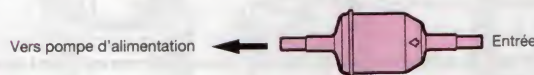
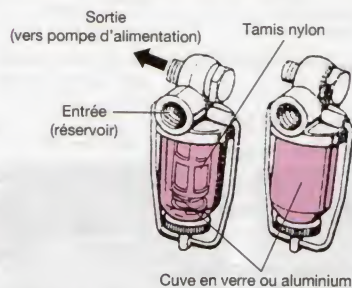

Figure 19.2. Préfiltre à gazole sur tuyauterie (Doc. Mann)
Figure 19.3. Préfiltre à adapter sur une pompe d'alimentation
Les préfiltres sont toujours placés en « aspiration » entre le *réservoir à combustible* et la *pompe d'alimentation* (fig. 19.3 à 19.4) ; leur rôle est d'arrêter les impuretés les plus grosses (20 à 80 μm selon la provenance du *réservoir* ou des canalisations).
- les *préfiltres classiques*, à cuve en verre, aluminium (fig. 19.3) ou plastique (fig. 19.2) sont placés généralement sur le côté « aspiration » d'une pompe d'alimentation ;